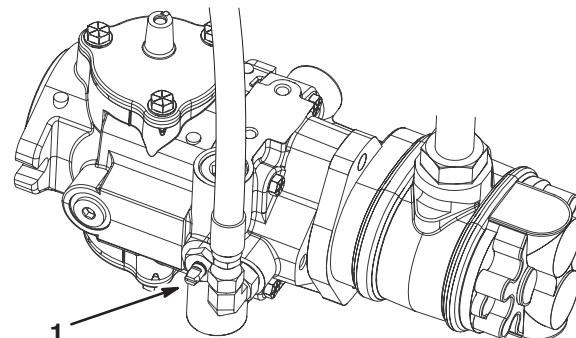

Bild 41
1. Ermitteln Sie das Sicherheitsventil an der Pumpe und drehen Sie es, so dass der Schlitz vertikal ist (Bild 41).
2. Schließen Sie vor dem Starten des Motors das Sicherheitsventil. Drehen Sie den Schlitz des Ventils in die horizontale Stellung (Bild 41). Starten Sie den Motor nie, wenn das Ventil noch offen steht.